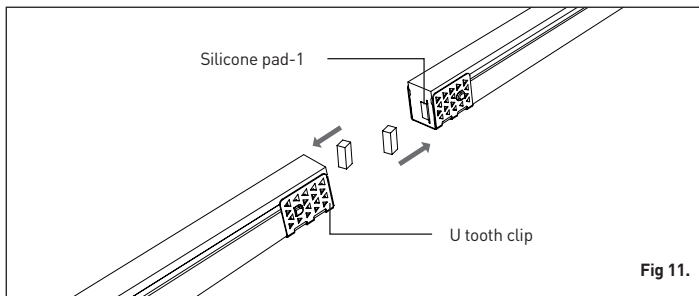

Fig 11.
1. Install the u-shaped teeth clip with the teeth facing the silicone coating and the silicon pad-3 for each neon strip (Fig 11)
1. Installez pour chaque ruban néon le clip dentelé en U avec le bord dentelé face au revêtement en silicone et le tampon en silicone 3 (fig. 11)
1. Bringen Sie den U-förmigen Zahnclip mit den Zähnen zur Silikonbeschichtung und das Silikonpad-3 für jeden Neonstreifen an (Fig 11).